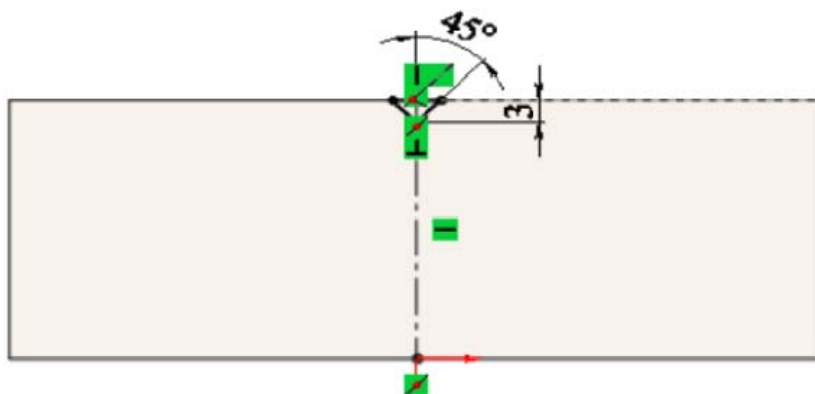

Рис. 2.7. Эскиз
9. Нарисуйте эскиз, показанный на рис. 2.7;